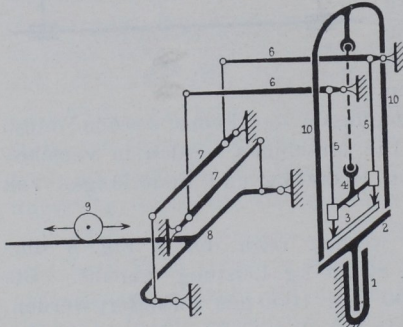

Fig. 415.
583. Allgemeines. Die Maschinen werden in drei Grössen gebaut, und zwar für 25 000 und 50 000 kg Leistung, nach Fig. 10 u. 3, Taf. 8, mit Schraubenantrieb und für 100 000 kg Leistung mit hydraulischem Antrieb. Die Kraftmesser der erstgenannten Maschinen sind nach dem Schema Fig. 348 (492) gebaut; das Schema für die 100 000 kg-Maschine ist in Fig. 415 gegeben. Für die Prüfung der Maschinen sind Kontrollwagen vorgesehen.